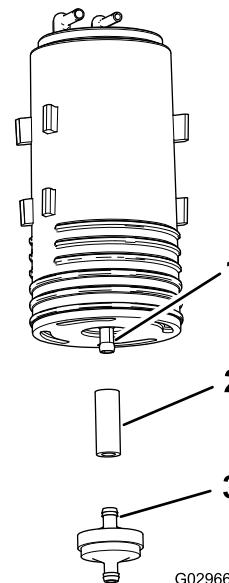

Figure 51
4. Déposez le filtre et le petit flexible du raccord inférieur sur l'ancienne cartouche (Figure 51).
5. Branchez le flexible au raccord inférieur de la nouvelle cartouche de charbon actif (Figure 51).
6. Insérez le raccord du nouveau de la cartouche dans le flexible (Figure 51).